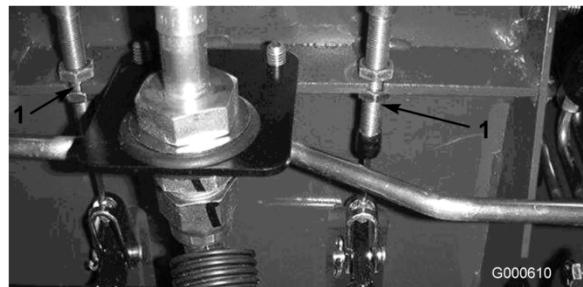

Figura 51
- Afloje la tuerca delantera del extremo roscado del cable de freno (Figura 51).